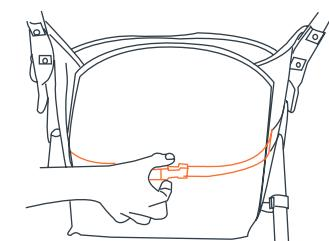
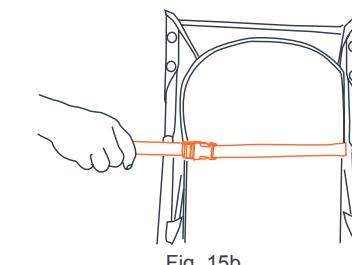

Fig. 15a
Fig. 15b
- 15)** • El asiento posee múltiples posiciones de reclinación que se controlan mediante un sistema de correa y hebilla ubicado detrás del asiento (Fig. 15a). Para reclinarse el asiento, suelte la correa por la hebilla y ajústela hasta lograr la posición de reclinación necesaria (Fig. 15b). Para colocar el respaldo en una posición más erguida, empújelo hacia arriba con una mano mientras tira de la correa por la hebilla con la otra. La correa se trabará automáticamente. La posición erguida se debe usar únicamente para un niño de al menos 6 meses. Al reposicionar el respaldo, siempre vuelva a ajustar el arnés de seguridad, incluyendo los cinturones del hombro.